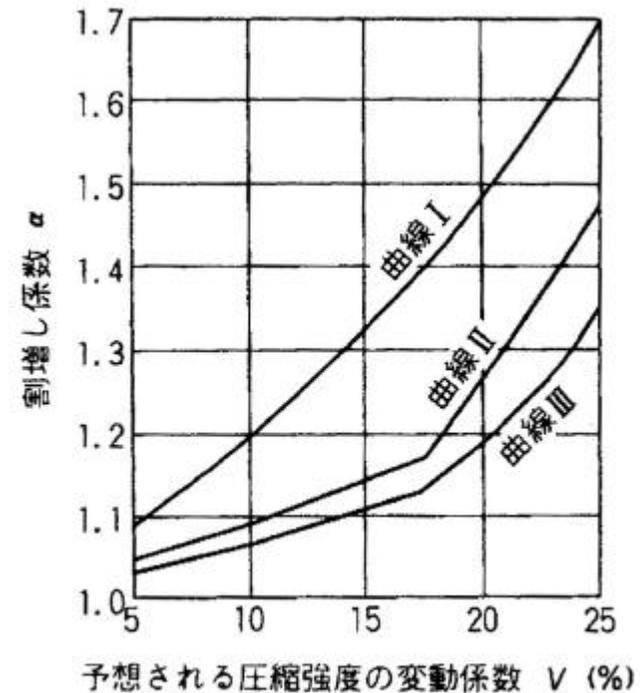

図 5.3 割増し係数
**変動係数10%より、割増し係数は1.2(講義資料 図5.3の曲線 を参照のこと)**